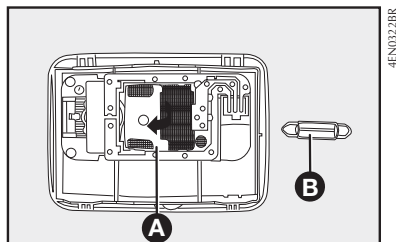

fig. 22
- Abrir a tampa **A-fig. 22** no sentido indicado pela seta;
- Retirar a lâmpada **B-fig. 22** e substituí-la;